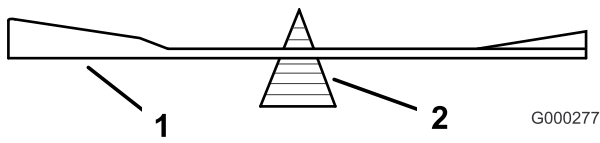
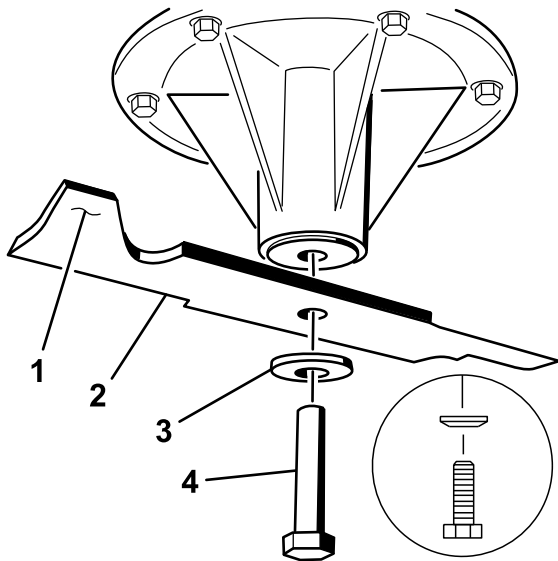

Figura 81
Figura 82
2. Retire del eje el perno de la cuchilla, la arandela de muelle y la cuchilla (Figura 82).
2. Verifique el equilibrio de la cuchilla colocándola sobre un equilibrador de cuchillas (Figura 81). Si la cuchilla se mantiene horizontal, está equilibrada y puede utilizarse. Si la cuchilla no está equilibrada, rebaje algo el metal en la parte de la vela solamente (Figura 82). Repita este procedimiento hasta que la cuchilla esté equilibrada.
1. Instale la cuchilla en el eje (Figura 82).
2. Instale la arandela curva y el perno de la cuchilla. El cono de la arandela curva debe estar orientado hacia la cabeza del perno (Figura 82). Apriete el perno de la cuchilla a 115–150 N·m.